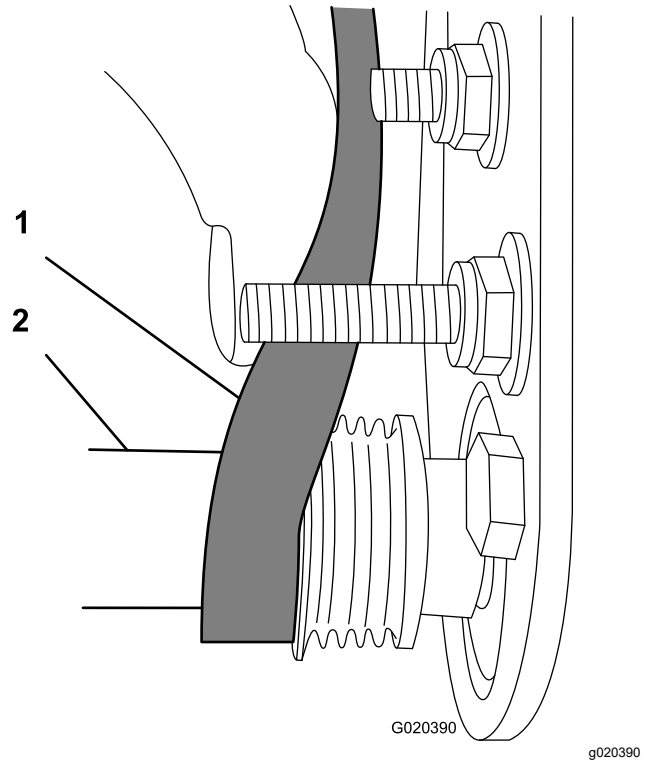

Рисунок 15
- Начните надевать ремень на **ведомый шкив** (Рисунок 15).
- Используйте глубокую головку (9/16 дюйма) для вращения щетки в сборе и установки ремня на ведомый шкив (Рисунок 15).